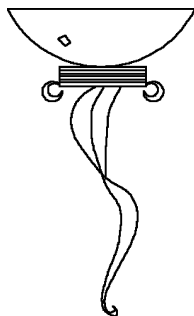

图 2-81 壁灯
(5) 单击“默认”选项卡“绘图”面板中的“多段线”按钮, 在矩形的两侧绘制月亮装饰, 如图 2-81 所示。